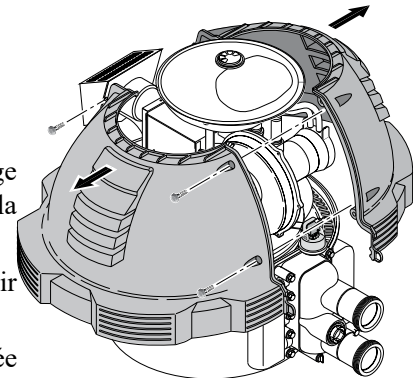

Figure 37.
5. Retirer le(s) capotage(s) en dévissant les vis qui raccordent les deux demi-corps, voir la Figure 37.
3. Retirer le(s) capotage(s), voir la Figure 37.